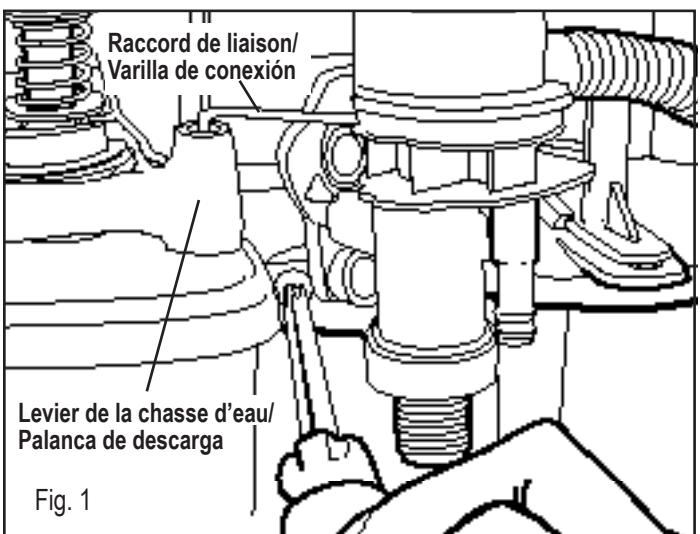

Fig. 1
4. Remove Screw from bracket holding Water Module in place at rear of Toilet (Fig. 1).
13. Release Pedal or Flush Handle and place Phillips head screw through retaining bracket and tighten it to Toilet (Fig. 1).
4. Enlevez la vis du support qui retient le module d'eau à l'arrière du cabinet (Fig. 1)
13. Lâchez la pédale ou la poignée de la chasse d'eau et resserrez la vis cruciforme sur le cabinet en la passant dans le support de retenue (Fig. 1).
4. Saque el tornillo del soporte que fija el módulo de agua y colóquelo en la parte posterior del inodoro (fig. 1).
13. Suelte el pedal o la palanca de descarga y coloque el tornillo de cabeza Phillips a través del soporte de fijación y apriételo en el inodoro (fig. 1).